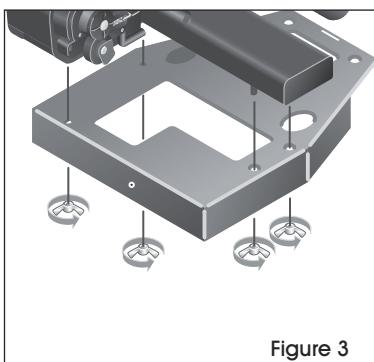

Figure 3
4. Alignez les quatre vis sur les trous correspondants de l'ensemble du plateau. Fixez les vis à partir du dessous de l'ensemble du plateau avec quatre écrous à oreilles. (Voir Figure 3)